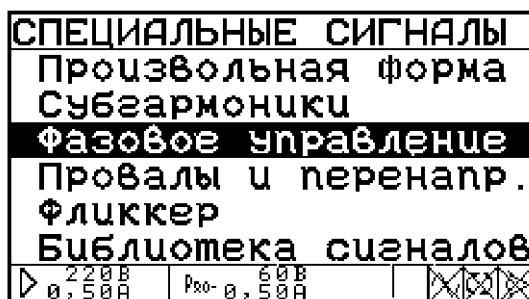

Рисунок 4.6 - Меню режима «Специальные сигналы»
- пиктограмма «глаз» в первой справа позиции — включен синхронный с питающей сетью режим работы, при этом частота выходных сигналов определяется частотой питающей сети, пиктограмма «перечеркнутый глаз» — слежение за частотой питающей сети отключено, частота выходных сигналов равна заданной в параметре «частота» (рис. 4.6), изменение режима синхронизации возможно только при выключенной генерации;
Меню «Специальные сигналы» (рисунок 4.6) состоит из шести пунктов: «Произвольная